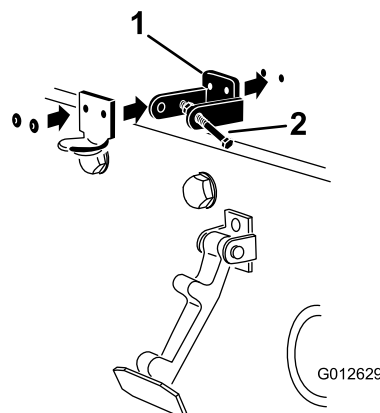

Bild 4
3. Fluchten Sie die Befestigungslöcher aus und positionieren Sie gleichzeitig die Halterung des CE-Riegels und des Motorhaubenriegels auf der Motorhaube. Die Riegelhalterung muss an der Haube anliegen (Bild 4). Nehmen Sie die Schraube und Mutter nicht vom Halterungsarm für den Riegel ab.
5. Nieten Sie die Halterungen und Scheiben an die Haube (Bild 4).